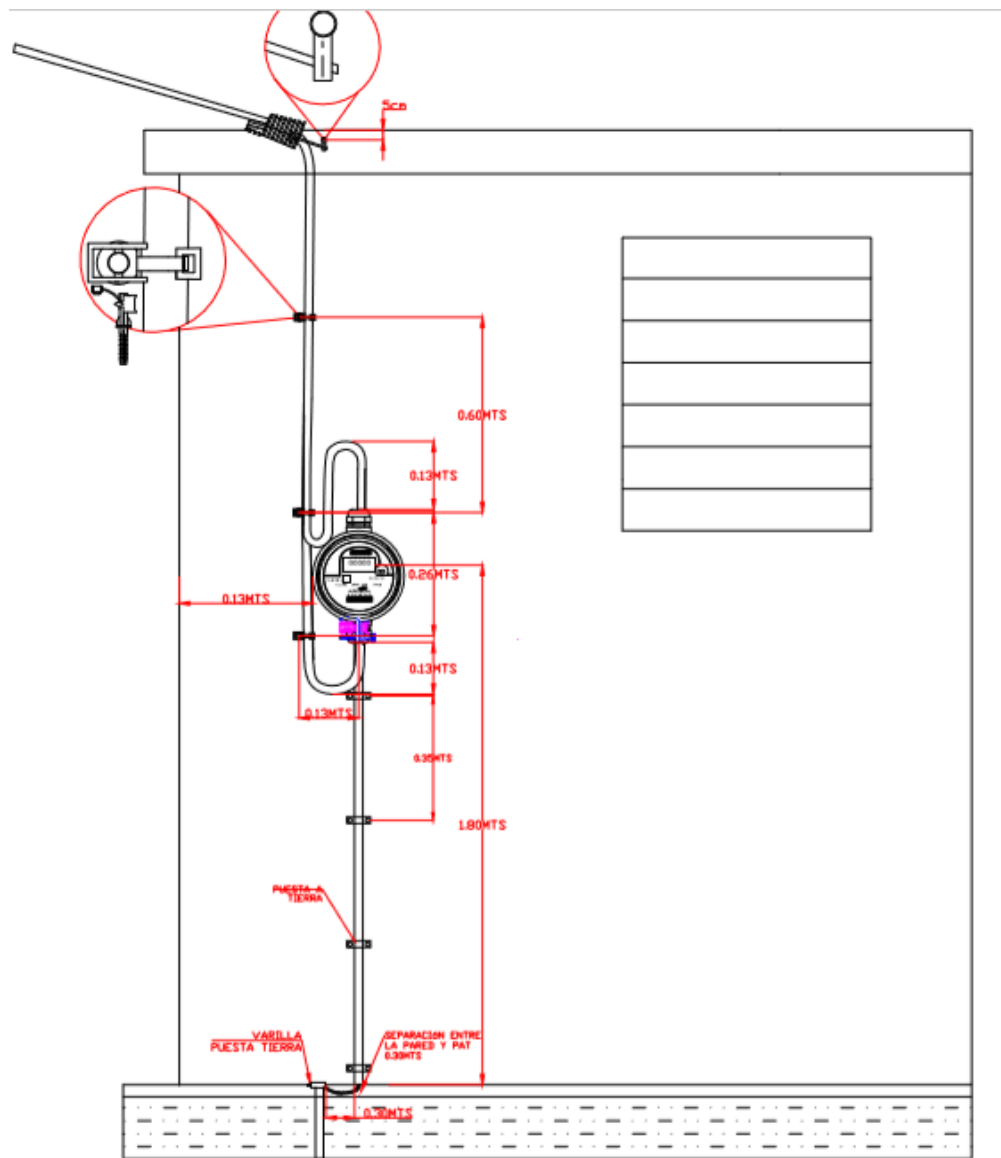

Imagen 5. Acotaciones de una instalación básica en fachada.
- 4.2.2 El medidor será instalado a una altura de 1.8 metros y para casos especiales se permitirá una tolerancia de + 0.40 mts. desde el nivel del suelo hasta la pantalla del mismo, ver detalles en la imagen 5 para instalación básica en fachada.